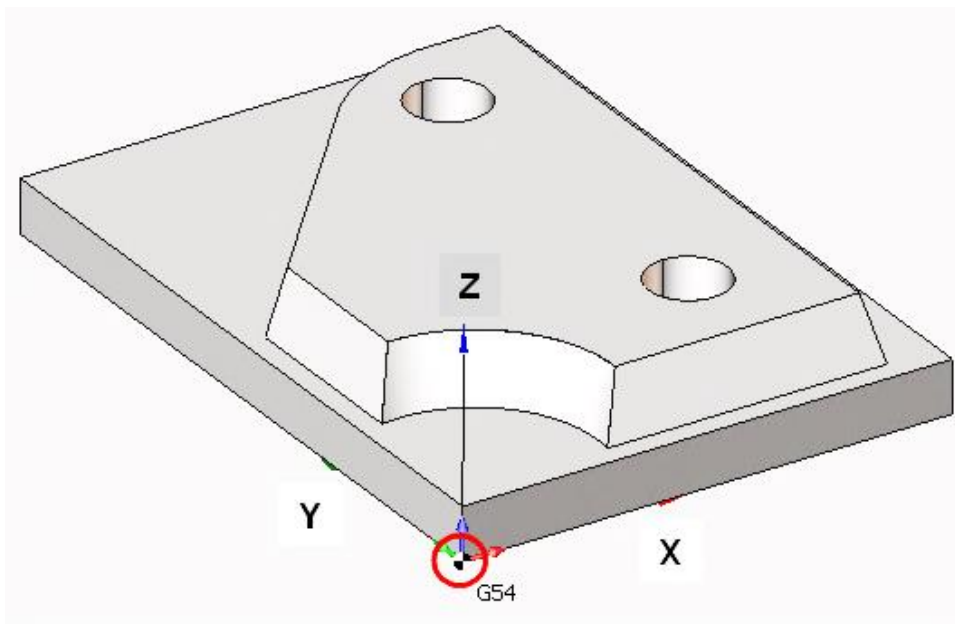
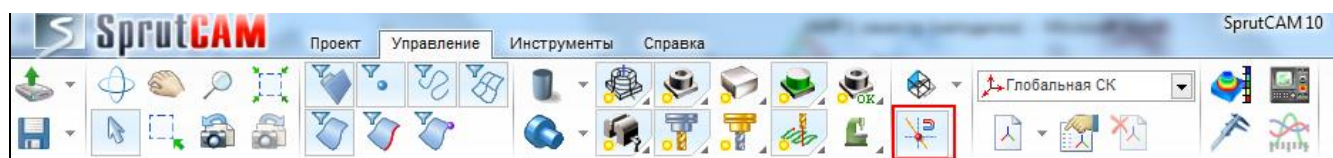
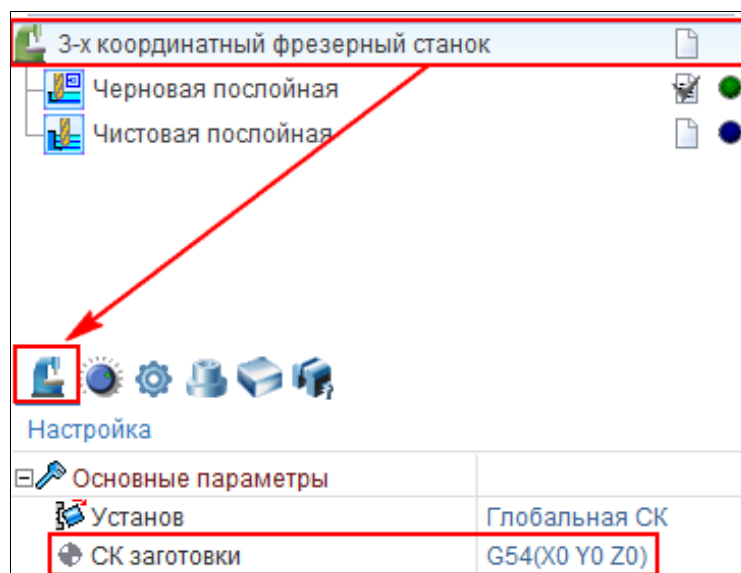
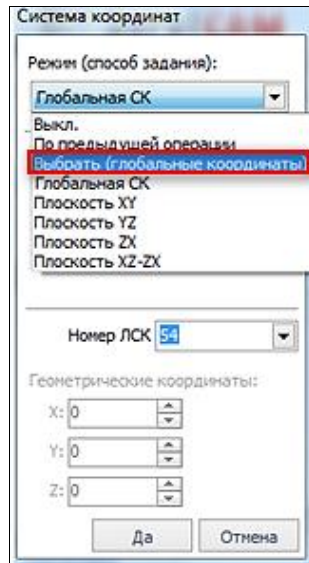

Рисунок 21 – СК заготовки до перемещения
Рисунок 22 – Кнопка *Умные привязки*
Рисунок 23 – Выбор команды *СК заготовки*
Рисунок 24 – Выбор способа задания нового положения СК заготовки
3.6 Изменение положения системы координат (СК) заготовки. При проектировании обработки можно заметить, что СК заготовки, т.е. точка начала отсчета обработки (*G54*), изначально находится там же, где была СК 3D-модели (рисунок 21). По этой причине обработка будет начинаться в этой неудобной для наладки станка точке. Переместим СК в точку, с которой нам будет «безопасно» начать обработку. Включаем «Умные привязки» для более выбора нового положения СК заготовки – точки начала отсчета обработки (рисунок 22). Отмечаем курсором название станка. В меню *Настройка* выбираем команду *СК заготовки* (рисунок 23), в появившемся окне выбираем способ задания нового положения СК заготовки «Выбрать (глобальные координаты)» (рисунок 24) и указываем точку начала отсчета обработки над отверстием (рисунки 25, 26).